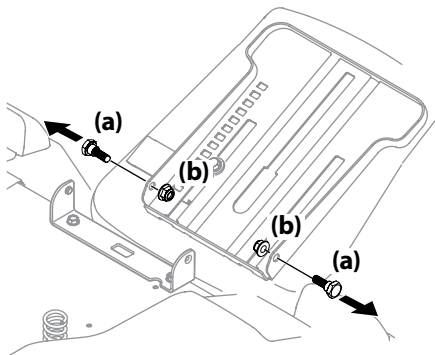

Figura 2-8
2. Quite los dos tornillos con reborde (a) y las tuercas de seguridad (b) con brida del contenedor del asiento tal como se muestra en la Figura 2-8.